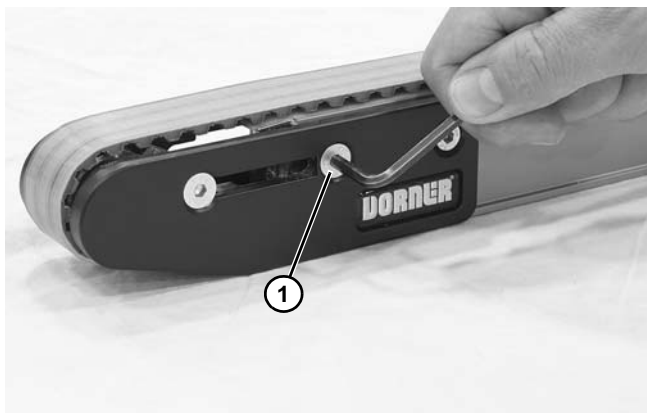

Figura 48
1. Quite el tornillo (Figura 48, artículo 1) en ambos lados del transportador.